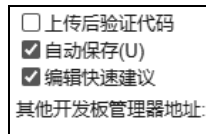

图 2-15
(2) 代码自动补全功能：在输入文字时，编辑器可以根据我们输入的代码和包含的库给出一个提示框，里面会建议自动完成变量和函数，这样就减轻了我们的记忆负担。但该功能默认情况下不开启，我们可以自己开启。在菜单栏依次单击“文件”→“首选项”，然后在“首选项”对话框上勾选“编辑快速建议”复选框，如图 2-15 所示。